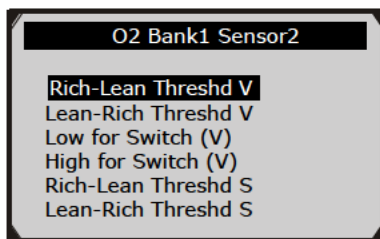

Рисунок 6.25
- Изучите результаты проверки выбранного датчика кислорода. (Рисунок 6.25)